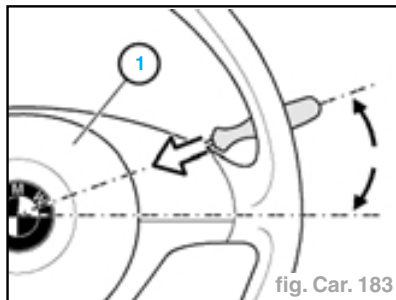

fig. Car. 183
- Presser avec un tournevis le verrouillage à l'arrière du volant, à travers l'ouverture. Dès qu'une résistance est perceptible, presser le verrouillage jusqu'en butée tout en dégageant l'unité airbag (1) du volant (fig. Car. 183).